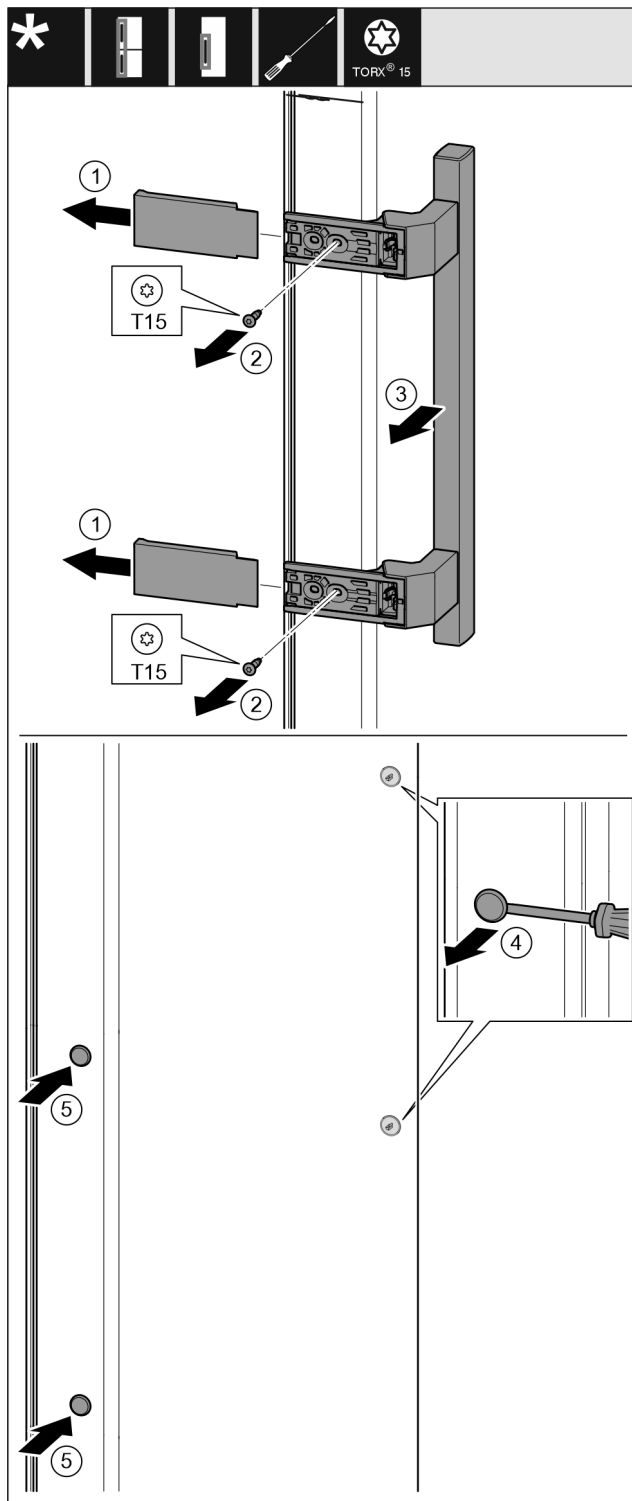

Fig. 20
- Rimuovere la copertura. Fig. 20 (1)
- Svitare le viti con il cacciavite T15. Fig. 20 (2)
- Rimuovere la maniglia. Fig. 20 (3)
- Con un cacciavite a testa a intaglio sollevare con cautela i tappi laterali ed estrarli. Fig. 20 (4)
- Inserire nuovamente i tappi sull'altro lato. Fig. 20 (5)